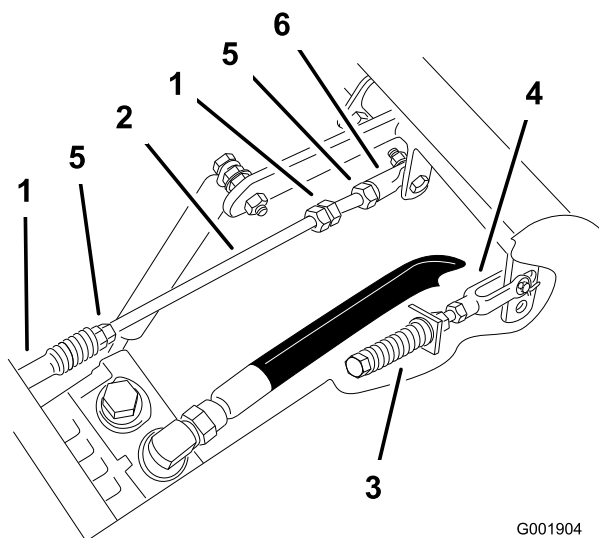

Figura 75
1. Afloje las contratuercas de la articulación esférica de la varilla de control de la bomba (Figura 75).
3. Ajuste la longitud de la varilla de la bomba girando las tuercas dobles de la varilla, en el sentido apropiado, hasta que la rueda quede estacionaria o se mueva muy lentamente en marcha atrás (Figura 75).
6. Apriete las contratuercas de las articulaciones esféricas (Figura 75).